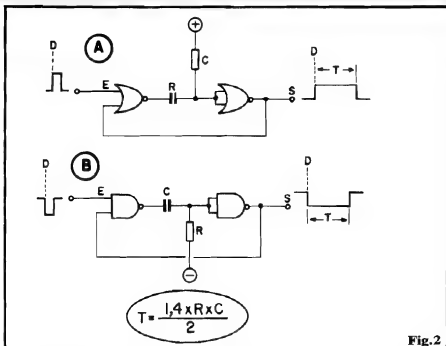

Fig. 2
- FIG. 2-A - Estrutura do MONOESTÁVEL com **gates NOR**. O Temporizador é disparado pela transição "baixo/alto" do nível apostado à Entrada "E". A Sáfda "S", com o MONOESTÁVEL em repouso ("antes", ou "depois", portanto, do Período de Temporização...) fica em nível digital "baixo". No momento do disparo (D), a Sáfda "S" eleva-se instantaneamente para nível "alto", assim permanecendo por um Tempo "T" (dependente dos valores de R e C), ao fim do qual retorna à sua condição estável, "baixa"...
- FIG. 2-B - MONOESTÁVEL implementado com **gates NAND**. O disparo do Temporizador é feito